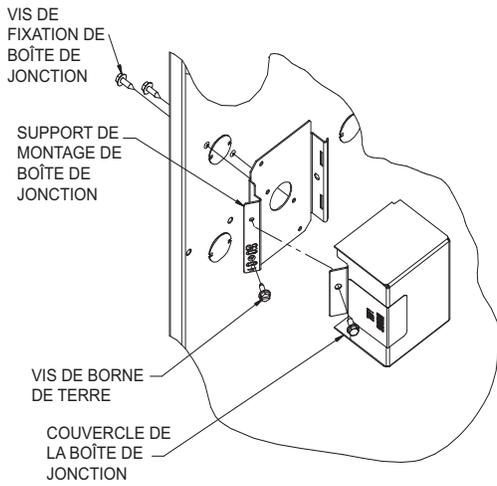

Figure 36 – Installation d'une boîte de jonction (le cas échéant)
Le couvercle de la boîte de jonction, le support de fixation et les vis se trouvent dans le sac de pièces détachées expédié avec la chaudière. Reportez-vous à la fig. 36 pour connaître les emplacements de montage de la boîte de jonction.
1. Posez le support de fixation de la boîte de jonction à l'intérieur du caisson de chaudière. Consultez la figure 36.
5. Raccordez le fil de mise à la terre sur place et le fil de mise à la terre d'origine à la vis de mise à la terre verte située sur le support de montage de la boîte de jonction, conformément à la fig. 36.
7. Fixez le couvercle de la boîte de jonction de la chaudière au support de fixation à l'aide des vis fournies dans le sac de pièces détachées. Attention de ne pas pincer les fils entre le couvercle et le support de fixation. Consultez la figure 36.
4. Raccordez le fil de mise à la terre sur place et le fil de mise à la terre d'origine à la vis de mise à la terre verte située sur le support de montage de la boîte de jonction, conformément à la fig. 36.